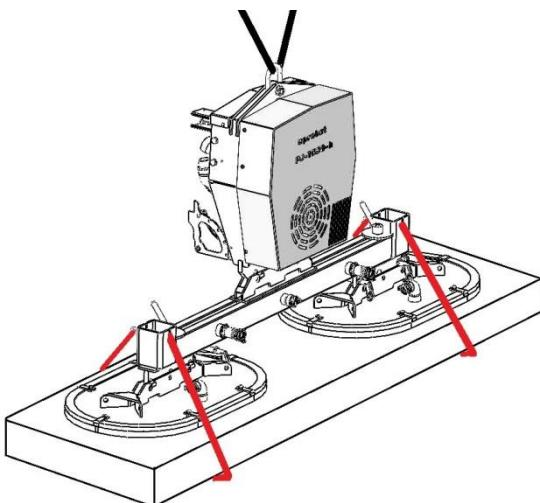

Abb. 1
Die Saugplatten müssen immer den *gleichen* Abstand (A) zur senkrechten Mittelachse der Traverse haben (siehe Abbildung 1).
- Beide Lastsicherungsketten auf der anderen Seite des Gerätes straff einhängen, wie im Bild 1 dargestellt. (Kettenenden in den Kettenkästen verstauen).
- Lastsicherungsketten **müssen straff** an der Last anliegen, damit bei Vakuumausfall/Verlust (z.B. bedingt durch Energieausfall) die Last durch die Lastsicherungsketten gehalten wird (Abb. 1).